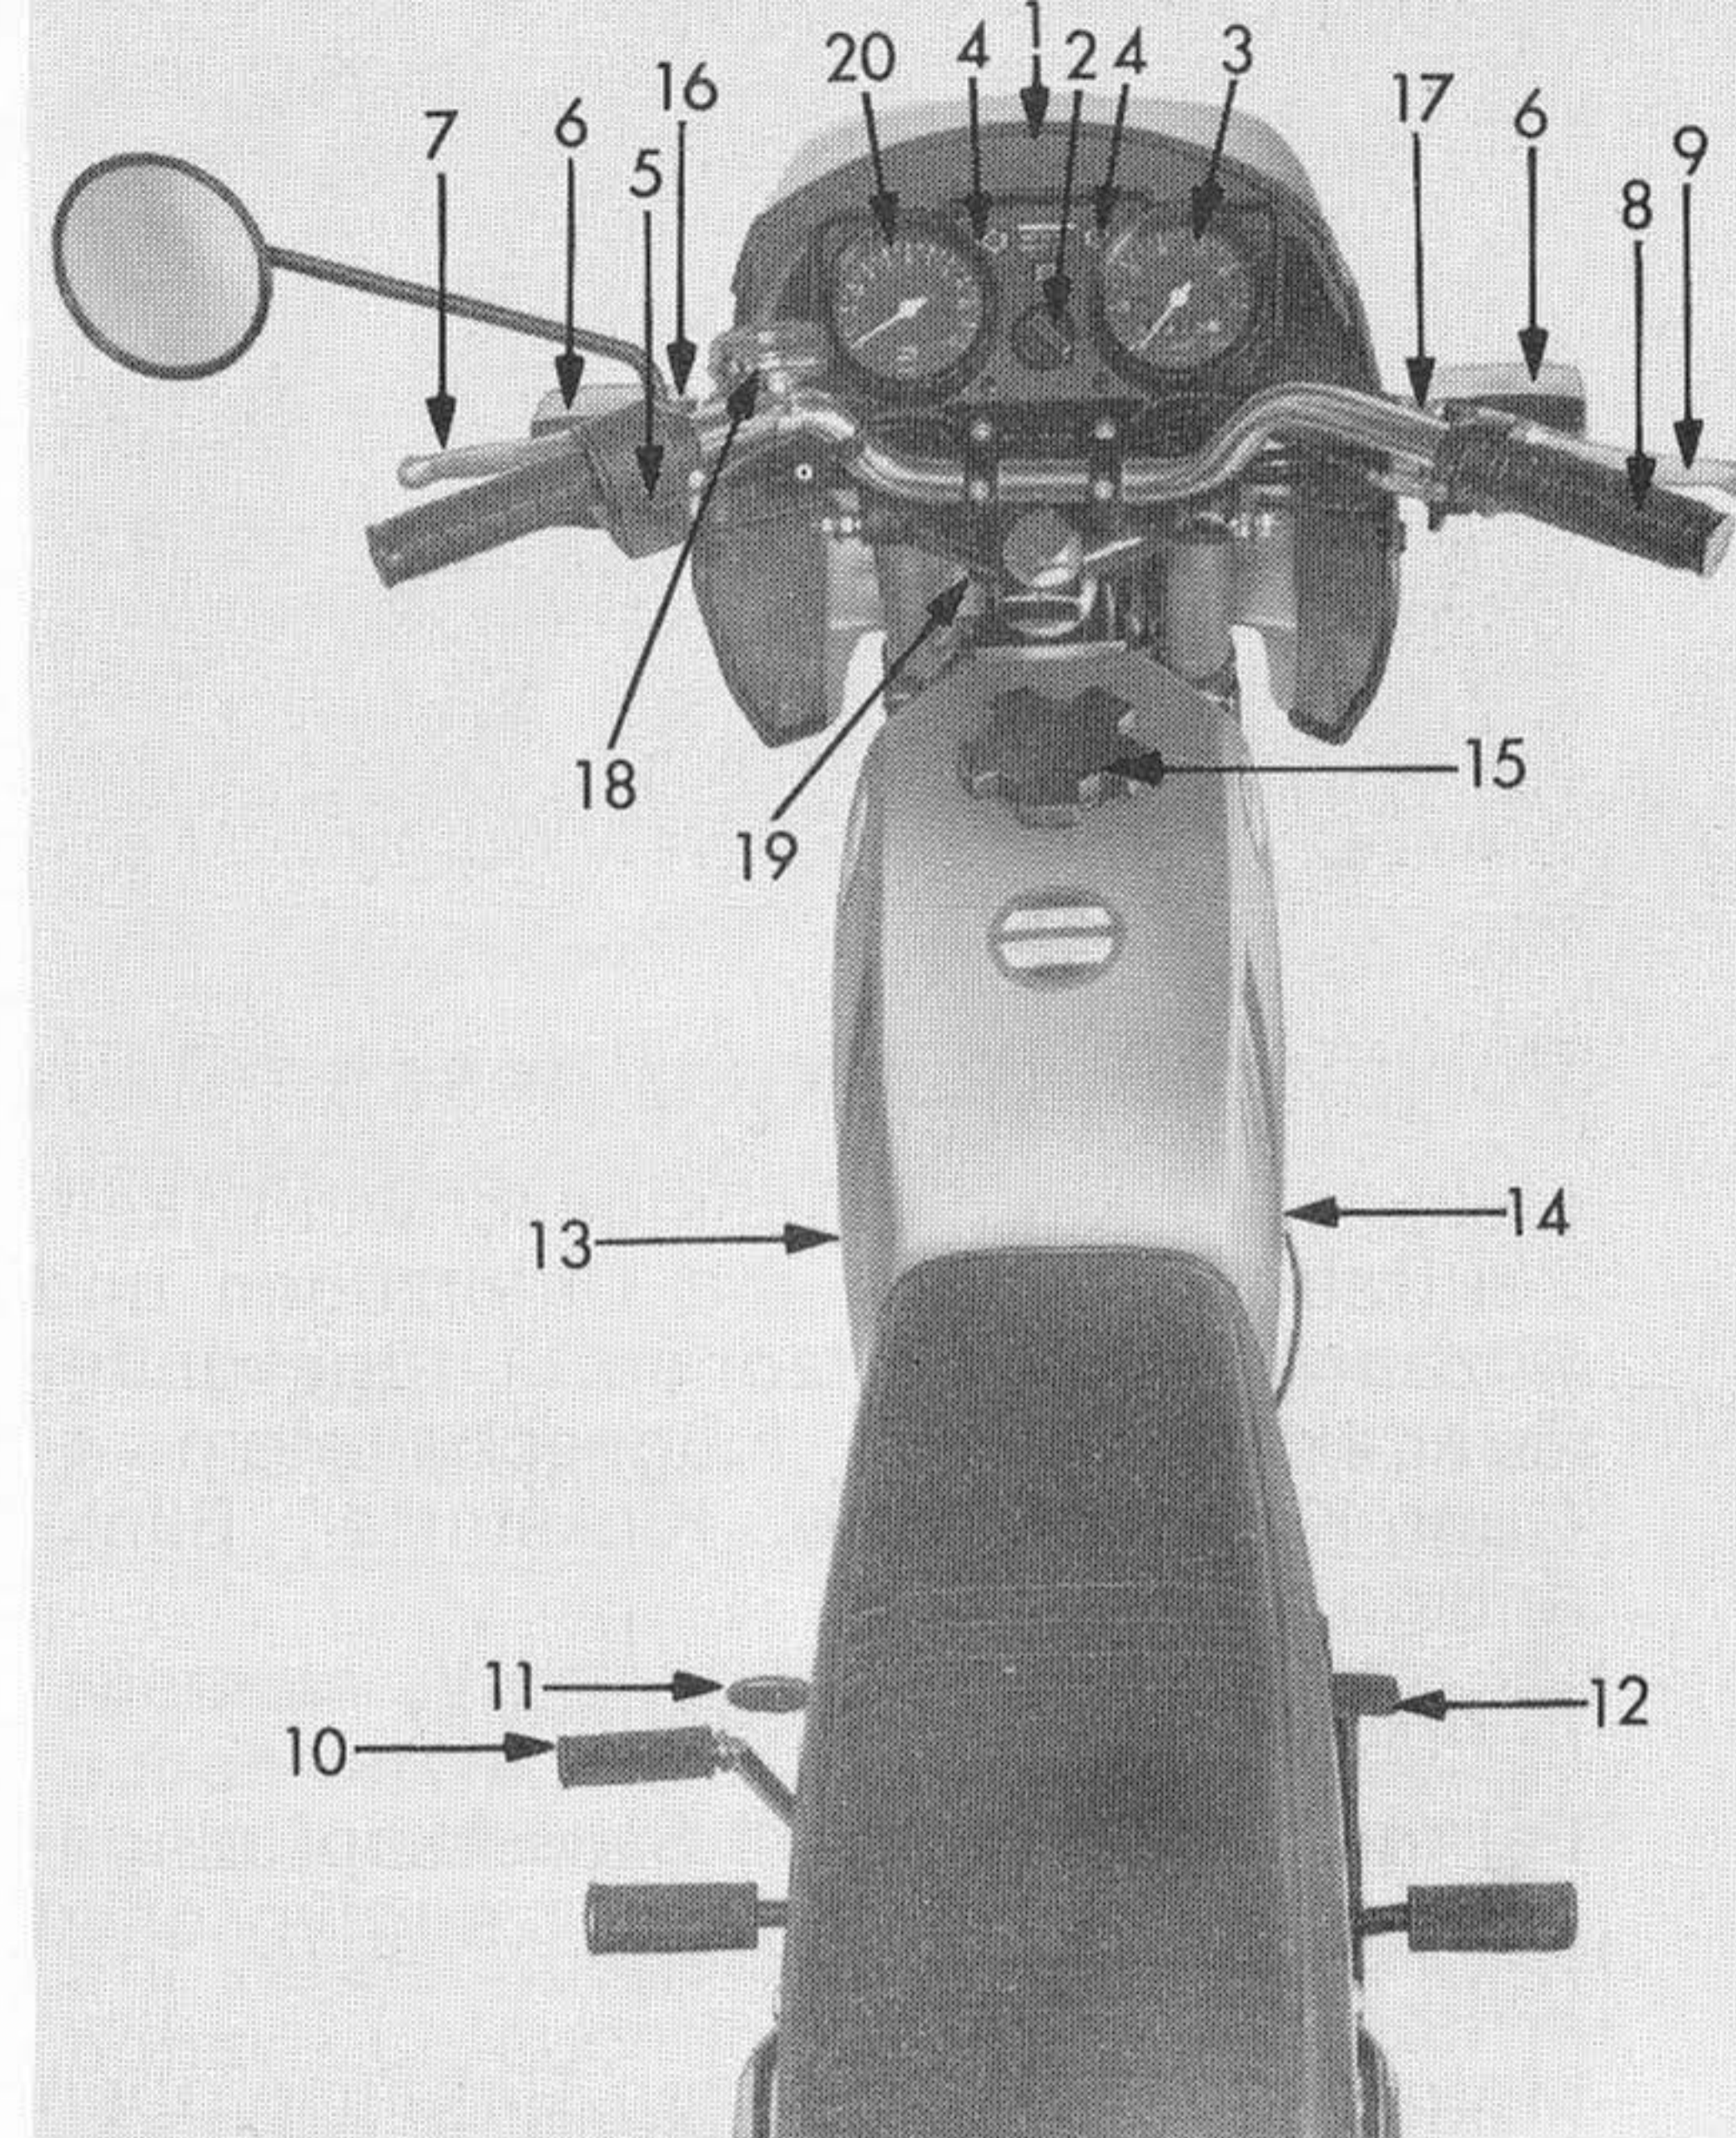
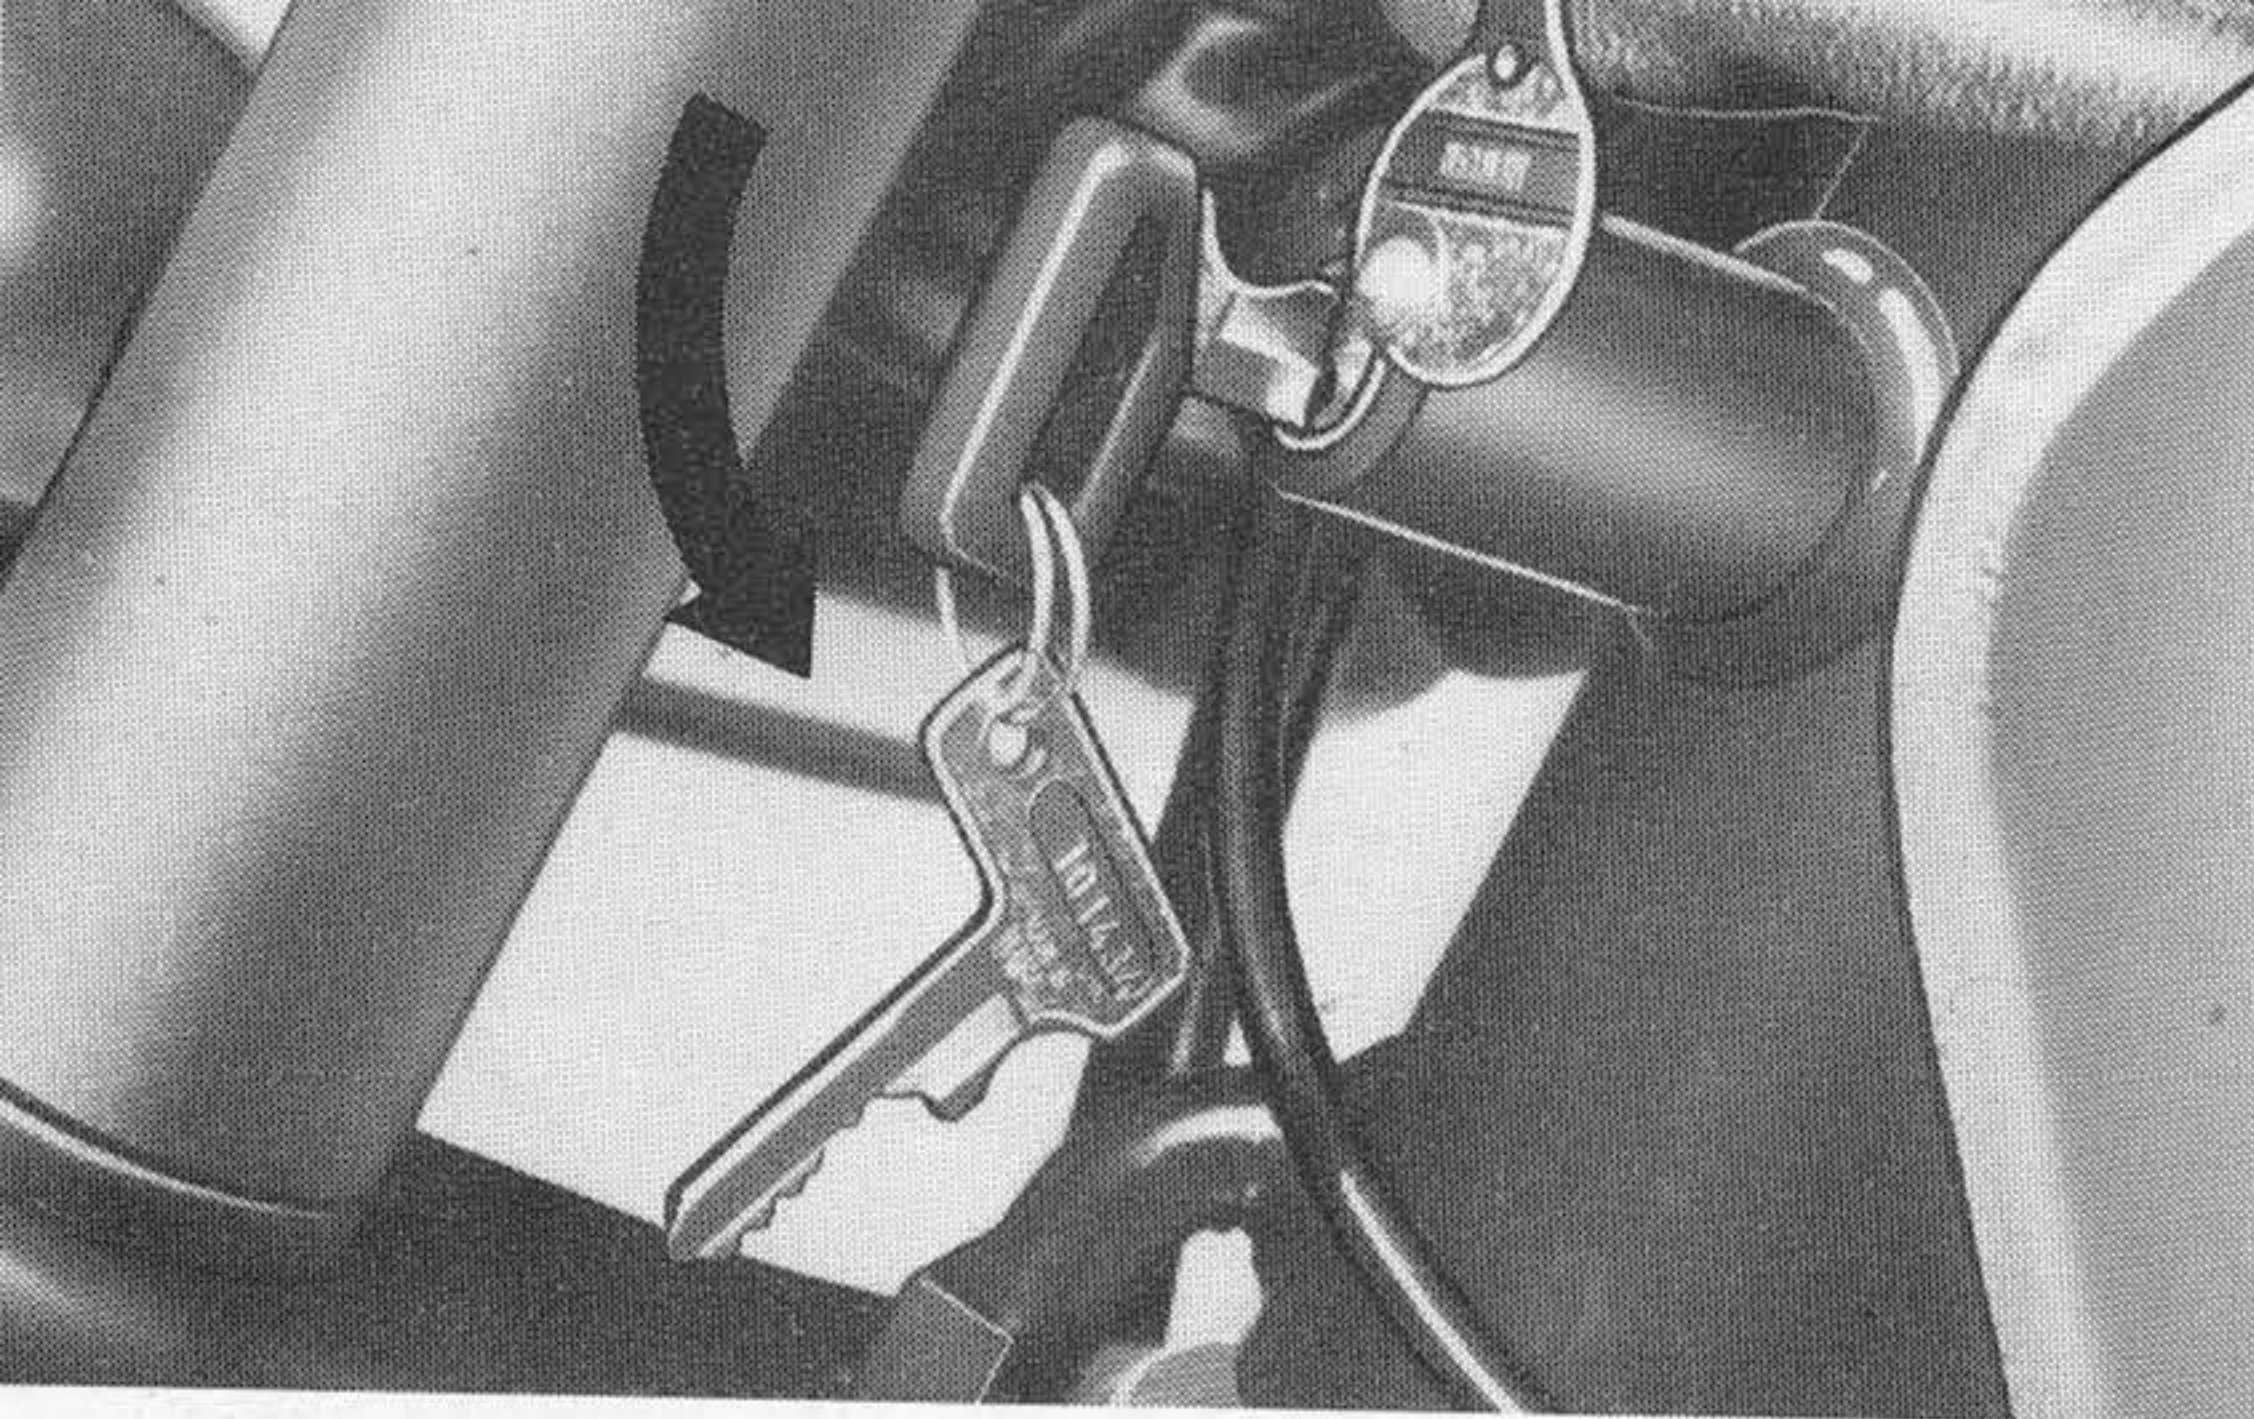

Bild 1
Bild 5
zu Bild 1
- 19 = Lenk-Sicherheitsschloß (verdeckt, s. Bild 5)
Das Fahrzeug ist mit einem Zündschloß (Bild 1/3 und Skizze) und mit einem Lenkschloß (Bild 5) ausgerüstet. Für beide Schlösser paßt derselbe Schlüssel.